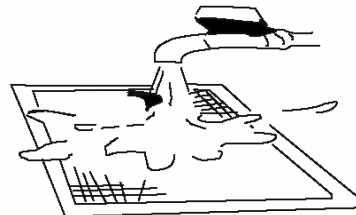

Fig. 2
- Si vous utilisez de l'eau, positionner le filtre entrée d'air vers le bas. (cf. Fig. 2)